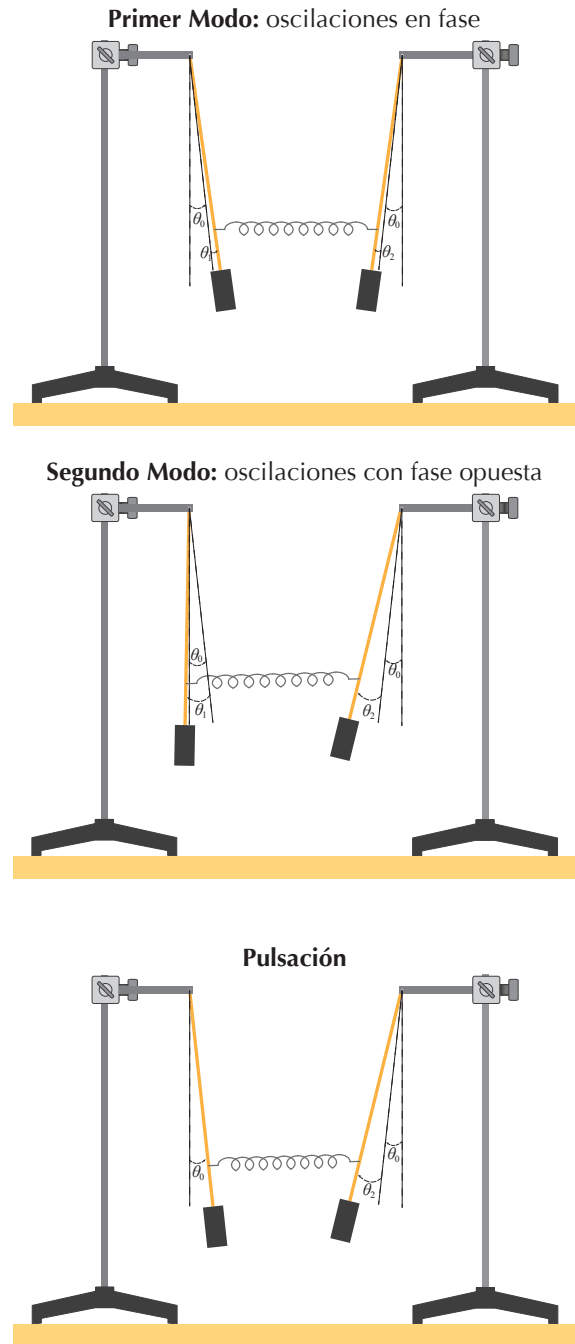

Figura 4.1
Los pendulos acoplados presentan dos modos normales de oscilación: en el primero, los pendulos oscilan en fase con una frecuencia ω_+ y en el segundo, oscilan en fase opuesta con una frecuencia ω_- (ver Figura 4.1).
En los diagramas de la Figura 4.1 se muestran las coordenadas angulares (θ_1, θ_2) que describen el movimiento de
3. Ajuste los péndulos a los soportes universales tal como se muestra en la Figura 4.1, pero dejándolos verticales (con $\theta_0 = 0$). Luego fije el resorte en los primeros agujeros (a 2.5cm del pivote) de las barras. **En el estado de equilibrio, el resorte debe quedar un poco tensionado y no descolgado.**